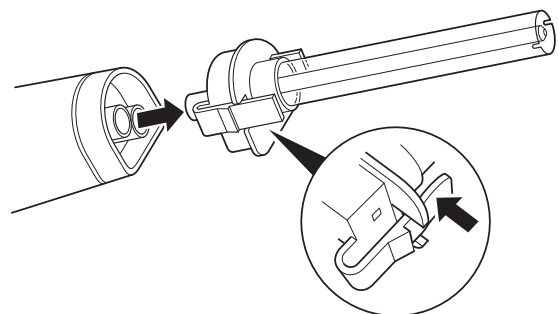

Figura 2 – Rimozione del gruppo della punta
1. Premere il meccanismo di bloccaggio sul gruppo della punta e togliere il gruppo dal manipolo (figura 2).